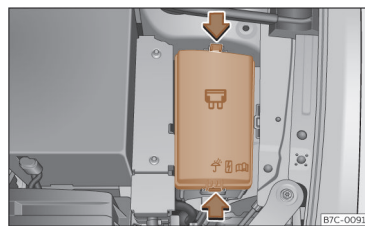

Fig. 189 No compartimento do motor: tampa da caixa de fusíveis.
- Pressione as patilhas de bloqueio para desbloquear a tampa da caixa de fusíveis >>> **Fig. 189.**